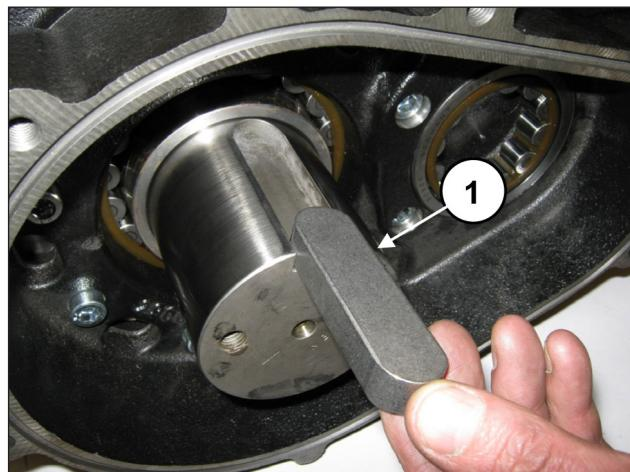
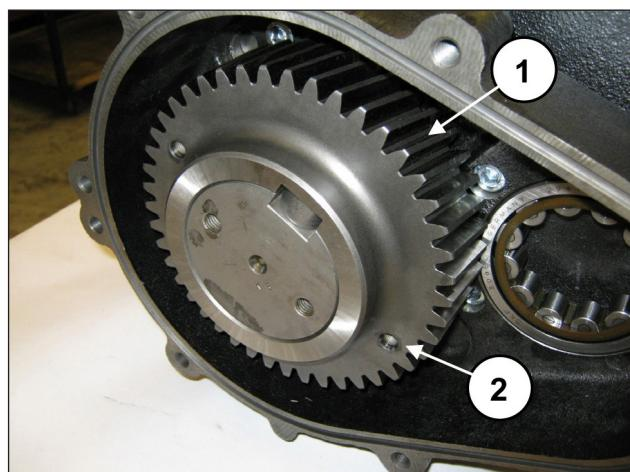

Fig. 76
Fig. 77
Appicare la linguetta 22x14x80 nella sede dell'albero (pos. ①, Fig. 76) e inserire la corona sull'albero (pos. ①, Fig. 77).
La corona deve essere montata assicurandosi che i due fori M8 (da utilizzarsi per l'estrazione) risultino rivolti verso l'esterno della pompa (pos. ②, Fig. 77).